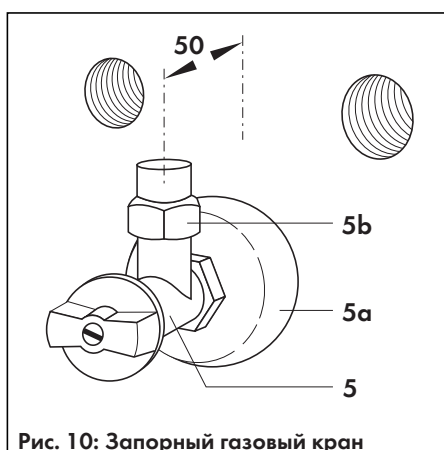

Рис. 10: Запорный газовый кран
- Предварительно навинтите с уплотнением верхнюю часть разъёмного резьбового соединения (5b, рис. 10) на штуцер входного газового патрубка (9, рис. 13) в аппарате. В случае, когда аппарат подсоединяется к газопроводу большого диаметра, соединение с краном большего диаметра выполняется через соответствующий переходник (30), как показано на рис. 13.